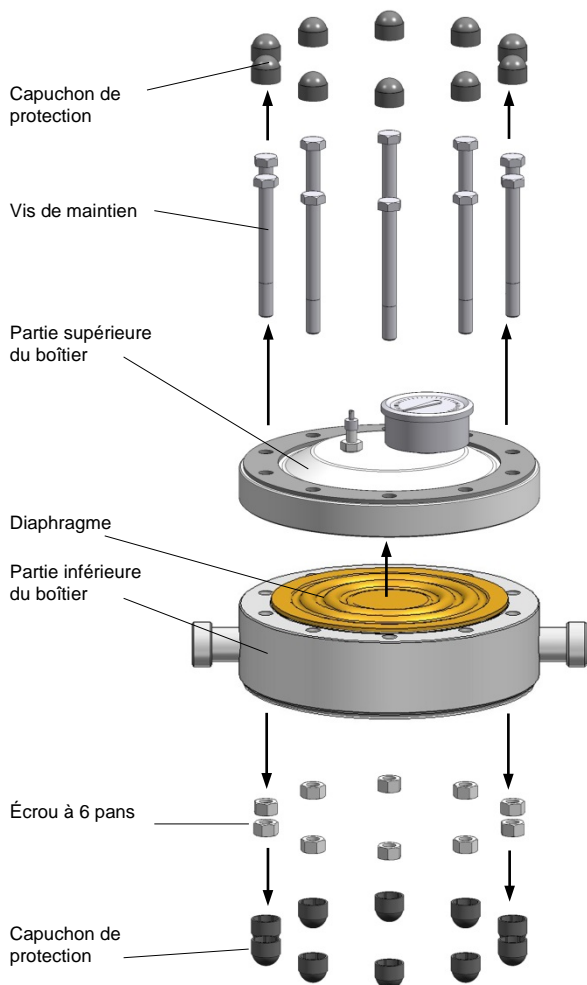

Fig. 27 Remplacement du diaphragme (version en matière synthétique)
- Desserrer les vis de maintien diamétralement opposées et retirer la partie supérieure du boîtier (cf. fig. 27) :